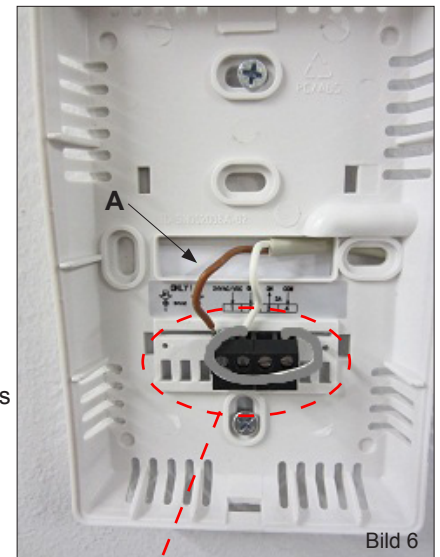

Bild 6
7. Stoppa in strömförsörjningskabelns ände genom slitsen i spåret (A) på larmenhetens bakstycke, se bild 6.